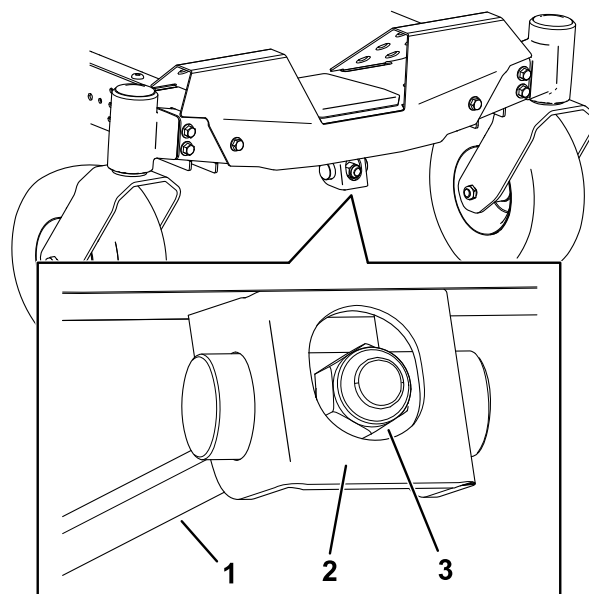

Figure 69
1. Tournez l'écrou de réglage à l'avant du tablier de coupe (Figure 69).